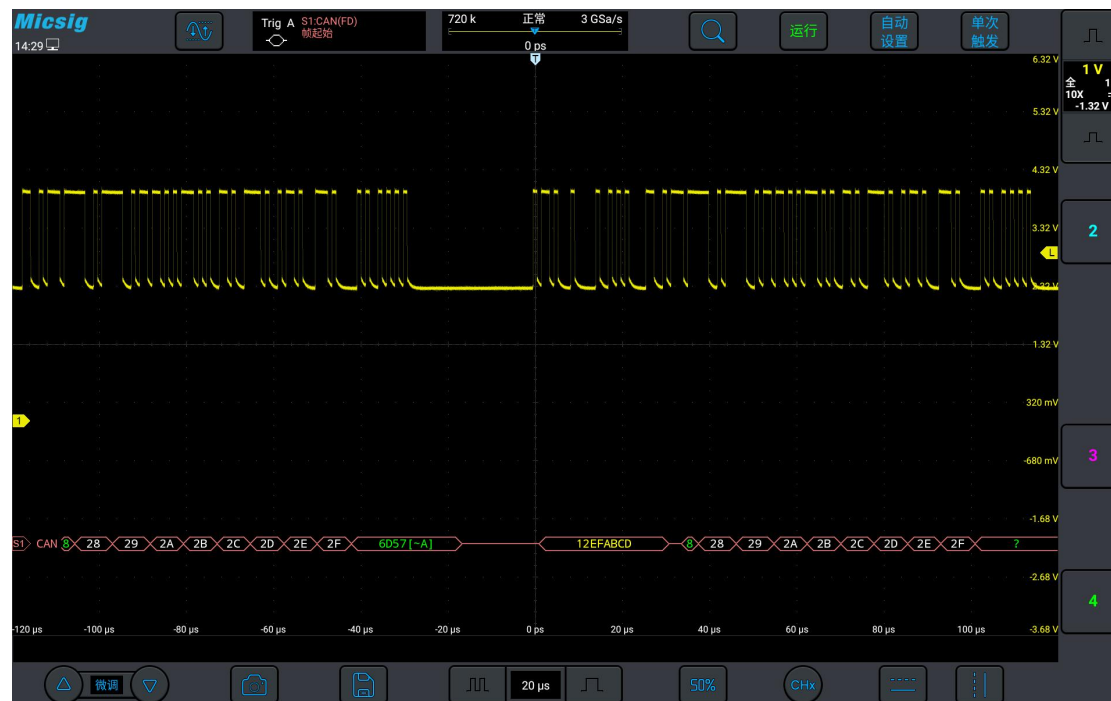

图 12-16 CAN 总线解码结果
- (1) 轻点 S1 打开解码通道, 向左轻扫 S1 打开总线配置菜单;
- (2) 选择总线类型为“CAN”, 依次点选“Ch1”“CAN_H”“1Mb/s”, FD 波特率设置为“无”, 设置完成后点按空白区域关闭菜单;
- (3) 打开触发方式配置菜单, 点选“帧起始”;
- (4) 依据信号幅值调节阈值电平; CAN 总线解码结果见图 12-16: